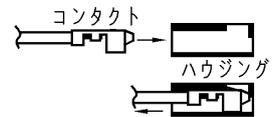

図 17
1. 油槽下部の沈みプラグを外し、油槽内の油を排出します。(図 17)
5. 6 本の十字穴付小ねじをゆるめ、補強ブラケット、油槽、油槽ガスケットを本体から取り外します。(図 17)
2. 本体の溝に油槽ガスケットを挿入し、油槽、補強ブラケットを 6 本の十字穴付小ねじで締め付けて固定します。(図 17)